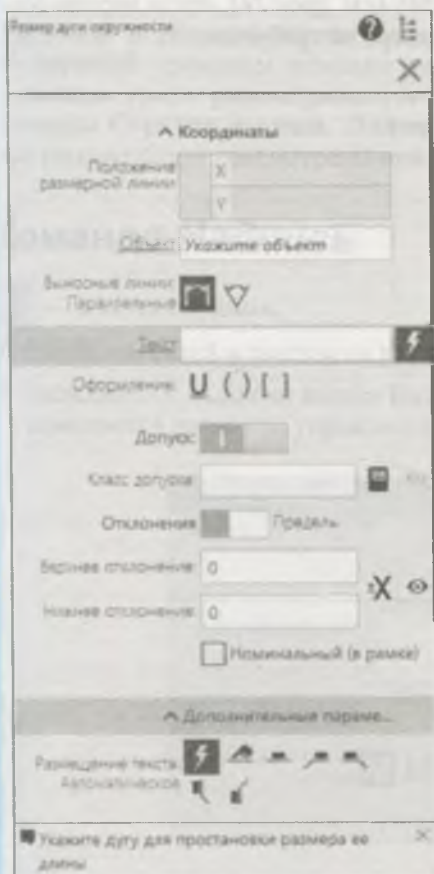

Рис. 12.35. Панель **Параметры:**
- ◆ укажите "ловушкой" дугу 1, которую необходимо образмерить, — автоматически появляется фантом размера. Обратите внимание на панель **Параметры** (рис. 12.35), где появилась группа **Тип** с кнопками: